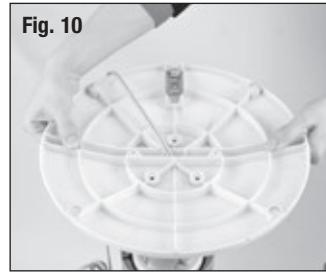

Fig. 10
- Aligner les parties avant et arrière de l'assemblage de la base et les emboîter fermement l'une dans l'autre en poussant les 4 protubérances rondes dans les cercles adjacents des pièces de fixation (Fig. 10).